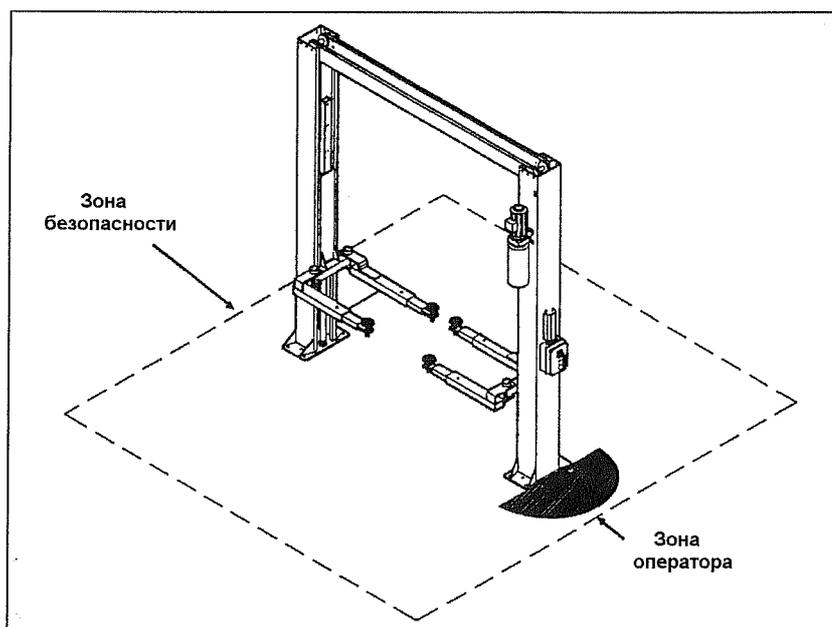

Рис. 13. Рабочие зоны.
- персонал оставался за пределами зоны эксплуатации подъемника при выполнении подъема автомобиля (Рис. 13);